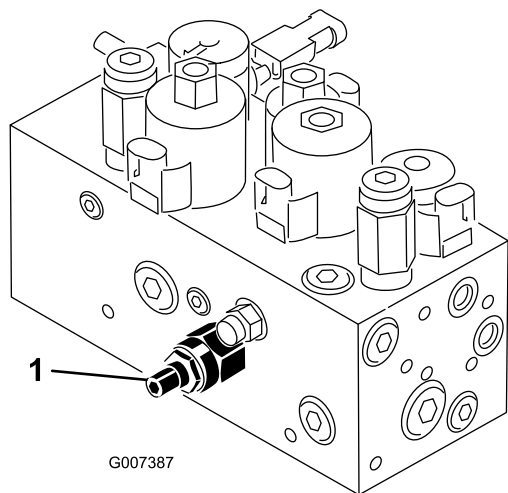

図 58
本機のカッティングユニット昇降回路にはフロー・コントロール・バルブ（図 58）がついています。このバルブは出荷時に約3 回転の開度に調整されていますが、作動油温度、作業速度などにより調整が必要になる場合があります。以下の手順で調整します：
1. 運転席を上げ、センター・プルフレーム用フローコントロールバルブ（図 58）を露出させる。バルブは油圧マニホールドの側面についている。